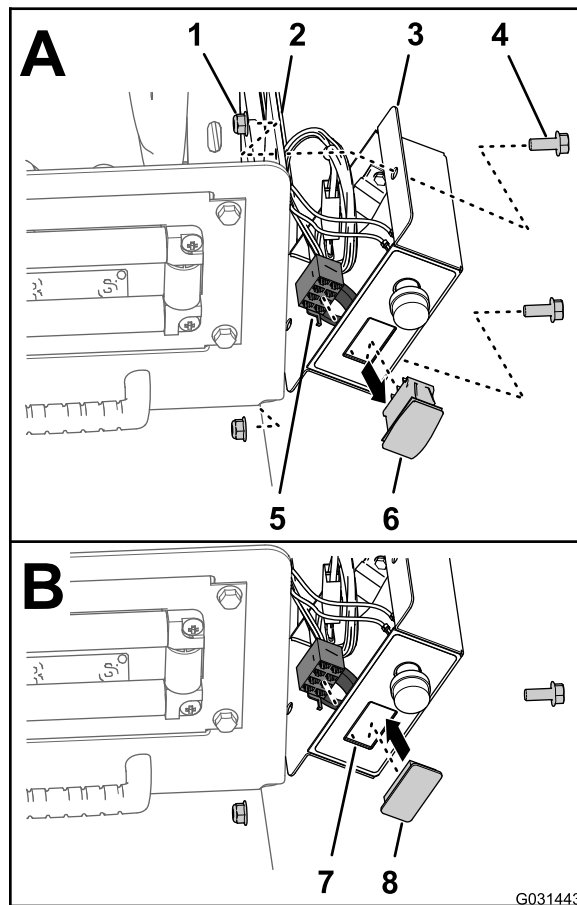

图 20
1. 拆下将控制箱固定至软管卷安装板上的 2 个螺栓 $\frac{5}{16} \times \frac{3}{4}$ 英寸和 2 个锁紧螺母 $\frac{5}{16}$ 英寸 图 20。
2. 从压力控制开关断开控制箱线束的 8 插槽接头 图 20。
3. 将 8 插槽接头安装到控制箱的内部 图 20。
4. 挤压压力控制开关的锁定凸耳将开关按压出控制箱 图 20。
5. 将开关塞对准从中拆除开关的控制箱开口 图 20。
6. 将开关塞插入控制箱直至其牢固卡入控制箱盖 图 20。
7. 将控制箱与软管卷安装板对齐 图 20 然后用 2 个螺栓 $\frac{5}{16} \times \frac{3}{4}$ 英寸和 2 个锁紧螺母 $\frac{5}{16}$ 英寸将其固定到安装板上。